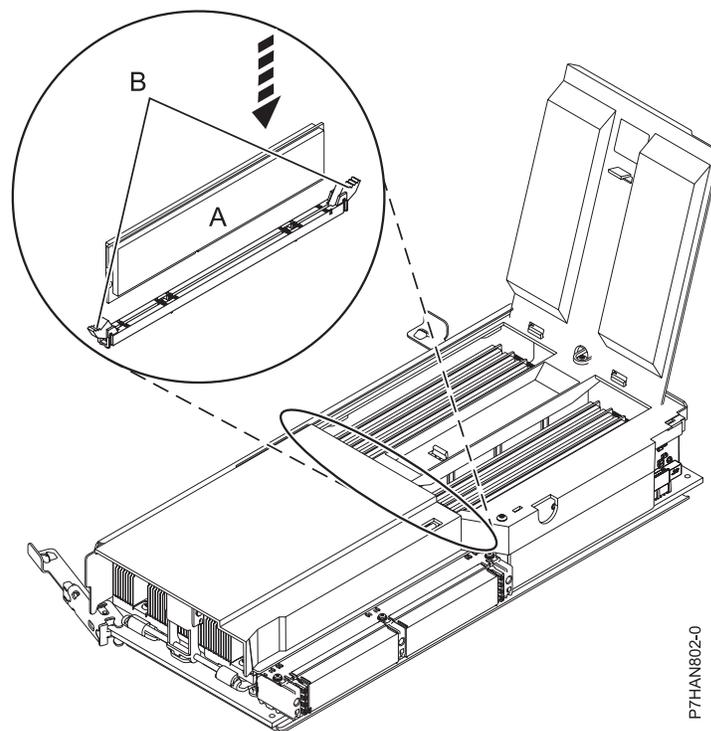

Figura 2. Sustitución de un módulo de memoria
12. Antes de instalar un nuevo módulo de memoria, compruebe que las pestañas de bloqueo del conector (**B**) estén hacia afuera en la posición de abierto, tal como se indica en Figura 2.